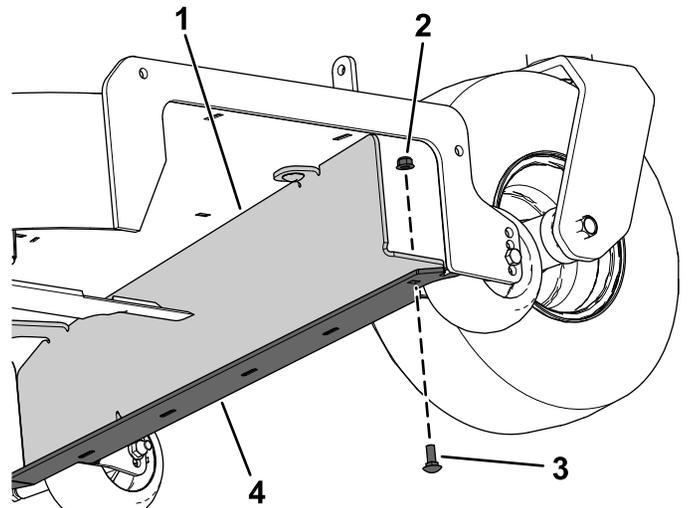

Bild 5
- Montieren Sie das Fangkorb-Ablenblech mit zwei Schlossschrauben ($\frac{3}{8}$ " x $\frac{7}{8}$ "), zwei Sicherungsmuttern ($\frac{3}{8}$ "), einer Schlossschraube ($\frac{5}{16}$ " x $\frac{7}{8}$ ") und einer Sicherungsmutter ($\frac{5}{16}$ ") am Mähwerk und am Mähwerkstoßfänger, wie unter **Bild 4** und **Bild 5** dargestellt.